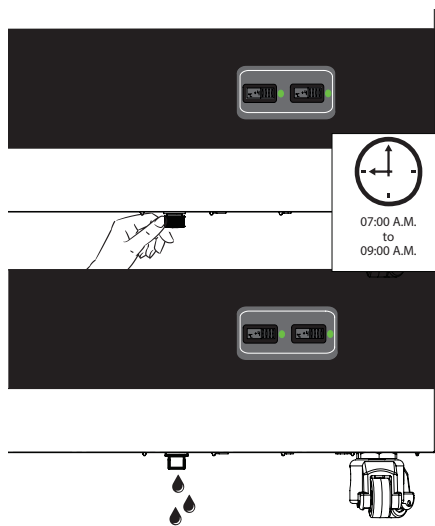

图 15
1. 关闭 ON/OFF 按钮断开电源。重要提示！仅关闭冷柜的电源。（见图 15）